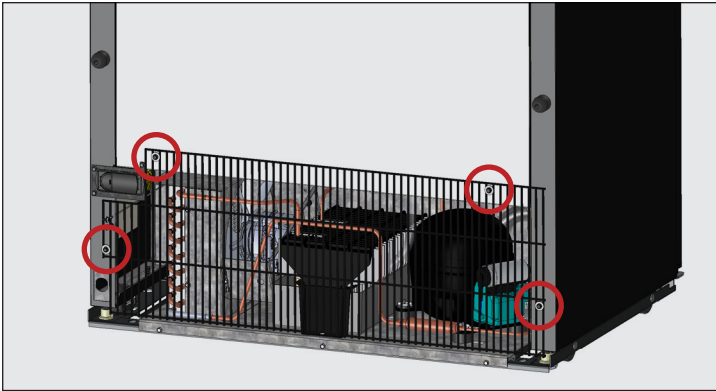

Abb. 1. Beispiel für die Positionen der Schrauben am hinteren Gitter. Je nach Modell unterschiedlich.
2. Entfernen Sie das hintere Gitter des Gerätes. Siehe Abb. 1.